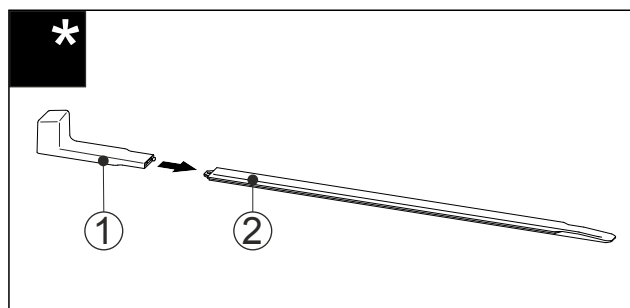

Fig. 59
- Futni dorezën e montimit Fig. 59 (1) në shinën e nivelimit Fig. 59 (2).